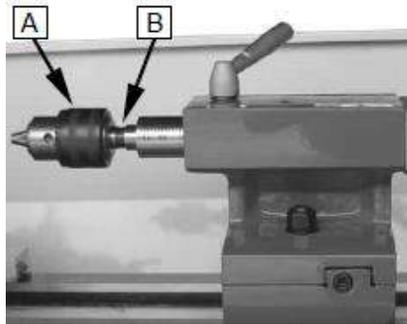

Figura 33
8.14.3. PLACA DE BROCA (opcional) (Figura 33, A)
8.14.4. EIXO DO CONE MORSE (opcional) (Figura 33, B)